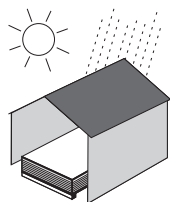

fig. 4.
- Sla de platen op in een droge, schone en vorstvrije ruimte. (fig 4.)